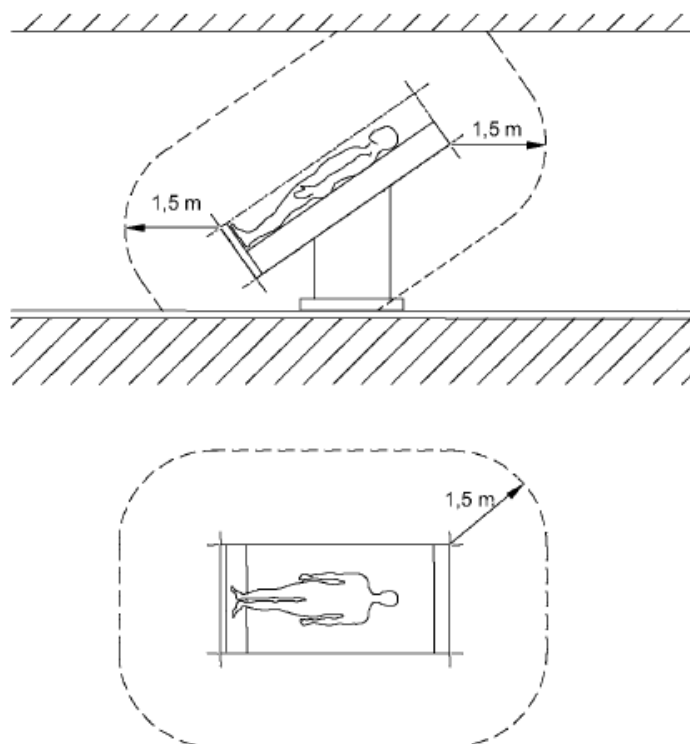

Fig. 1 Étendue minimale de l'ENVIRONNEMENT DU PATIENT
- À l'aide d'un outil Allen, retirez les 2 vis M4 x 16 (1) et dégagez les languettes latérales (3) du panneau latéral (2), comme indiqué dans la figure 1.